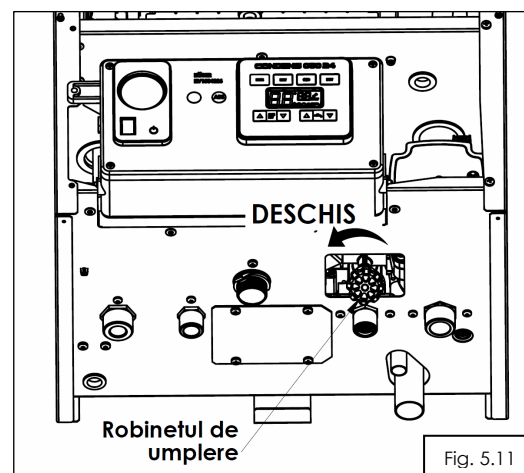

Fig. 5.11
- se deschide robinetul de umplere (fig. 5.11) al centralei și cele ale instalației de termoficare/apă menajeră;
- deschideți robinetul de umplere al centralei (fig. 5.11), după care deschideți un robinet de la unul din punctele de consum apă caldă menajeră.